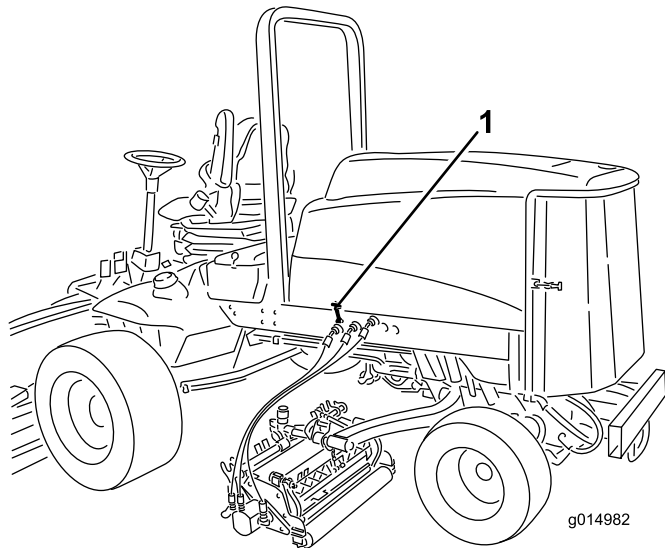

Figura 48
1. Solte os trincos do capot (Figura 48) e levante o capot.